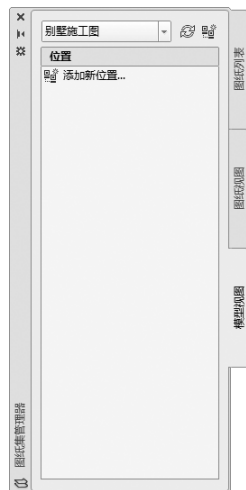

图 7-56 图纸集管理器
(6) 系统自动打开“图纸集管理器”选项板，并显示已将“别墅施工图”图纸集设置为当前，然后选择“模型视图”选项卡，如图 7-56 所示。双击“添加新位置”，然后选择事先保存好图形文件的文件夹，单击“确定”按钮，如图 7-57 所示。